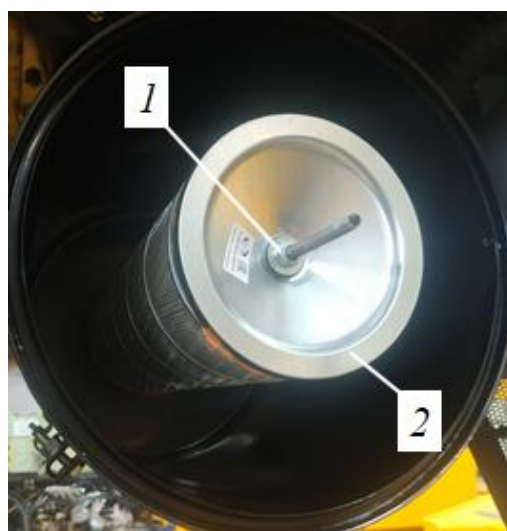

Рисунок 5.27. Извлечение дополнительного
- ▶ Не удаляя из корпуса дополнительный фильтр, очистить от загрязнений внутренние поверхности корпуса фильтра, рис. 5.27.
- ▶ Используя ключ (S=17), открутить гайку крепления фильтра 1 и извлечь из корпуса дополнительный фильтр 2, рис. 5.27.